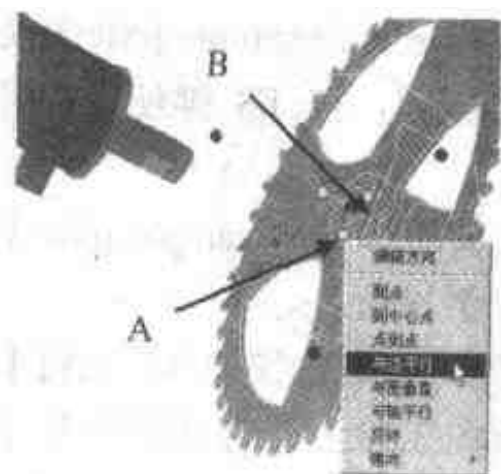

图 3.31 调整三维球位置
- (4) 如图 3.31 所示, 右击手柄(A), 选择【与边平行】命令。单击右脚蹬上的边(B), 调整三维球的位置, 结果如图 3.31 所示。